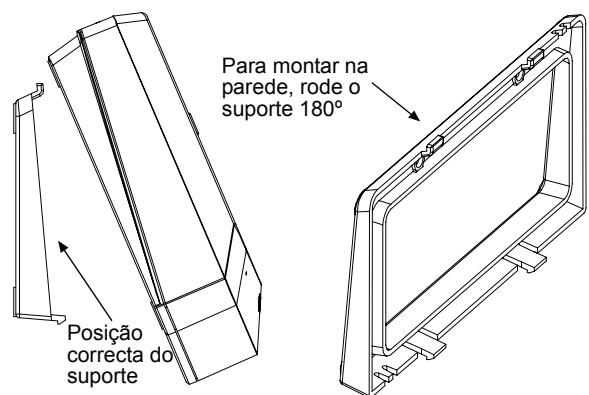

Figura 7a
1. Rode o suporte 180° antes de montar na parede, como mostrado na Figura 7a.